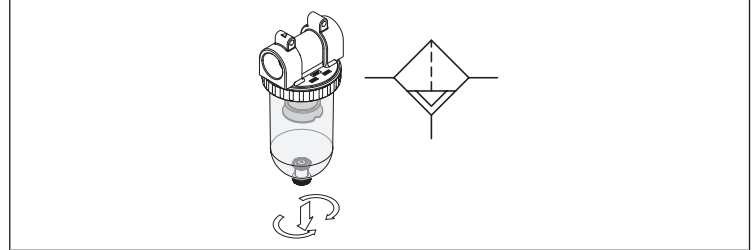
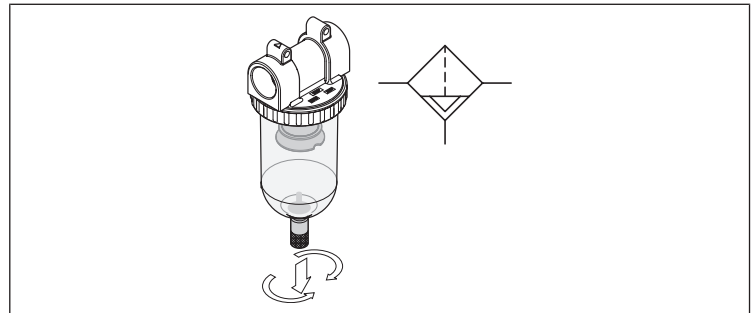

Abb. 1: Halbautomatischer Kondensatablass
Abb. 2: Vollautomatischer Kondensatablass
3. Kondensatablass bedienen. Siehe → Abb. 1, → Abb. 2, → Abb. 3.
Siehe → Abb. 1.
Siehe → Abb. 2.